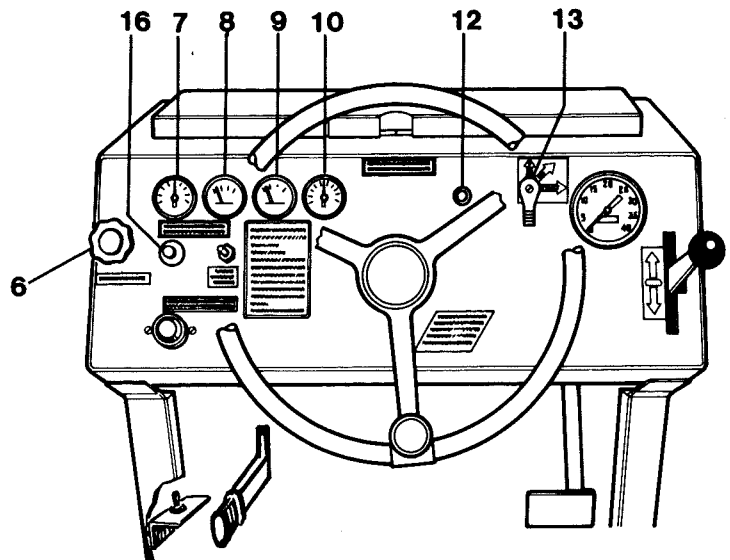

Fig. 4
- 4 Far riscaldare il motore a un regime (14) di 800-1000 giri/min. per 2-10 minuti a seconda della temperatura atmosferica.
- 5 Accertarsi, durante il riscaldamento del motore, che l'amperometro (10) indichi + e che la spia luminosa della pressione dell'olio (16), fig.4, sia spenta.